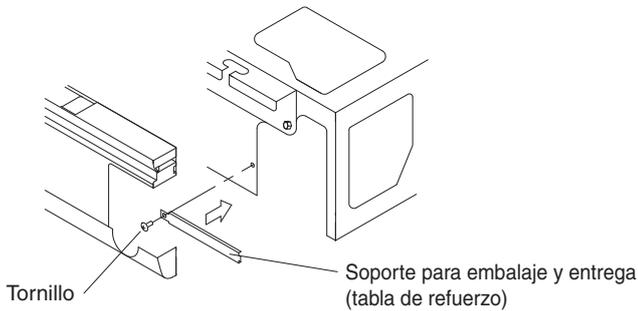

Fig. 30
- Una vez finalizada la instalación de la tubería de drenaje, instale el soporte para embalaje y entrega (tabla de refuerzo) que retiró en la sección "6. COLOCACIÓN DE LA TUBERÍA DEL REFRIGERANTE". Sin embargo, no es necesario instalar el soporte para embalaje y entrega en el lado derecho (tabla de refuerzo). (Refiérase a la Fig. 30)